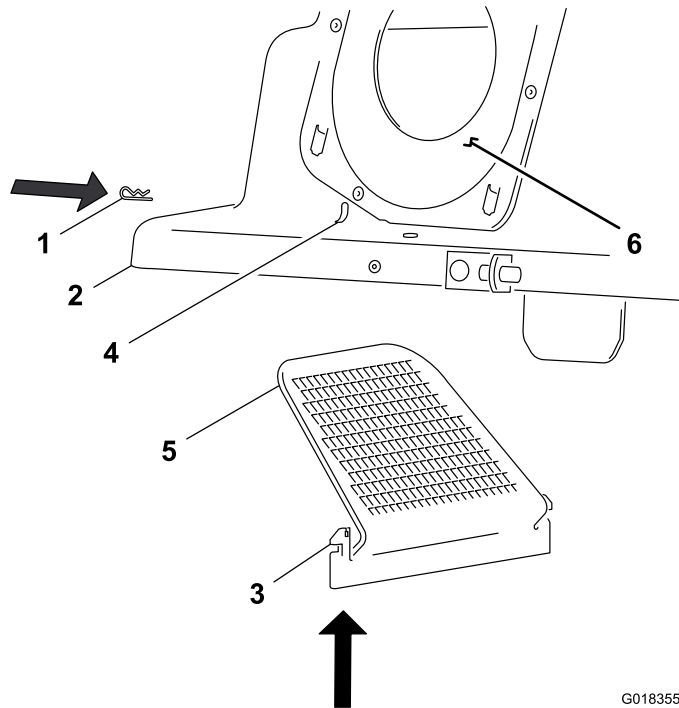

Figura 8
1. Localice las ranuras del deflector, en las paredes delantera y laterales de la tapa del ensacador, y las pestañas de montaje del deflector de la tapa (Figura 8).
4. Introduzca el deflector en la tapa desde abajo (Figura 8).
5. Alinee las pestañas de montaje del deflector con las ranuras de la tapa, y empuje las pestañas hacia arriba, a través de las ranuras (Figura 8).
2. Coloque la tapa con la junta del conducto a la izquierda, según se muestra en Figura 8.
3. Posicione el deflector con la rejilla hacia arriba e inclinada hacia la izquierda (Figura 8).